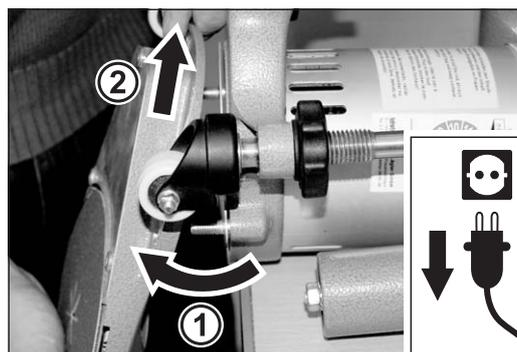

Abb. 48 Den Vorsatz von der Maschine abnehmen.
- 4 Nehmen Sie den Vorsatz von der Maschine (Abb. 48) und legen Sie den Vorsatz mit der Schleifscheibe nach unten ab.